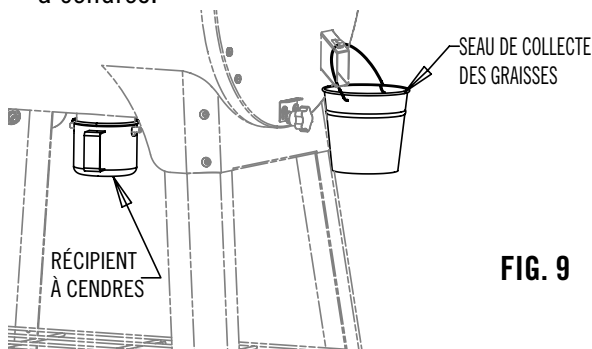

FIG. 9
1. Suspendre le seau de collecte des graisses à son conduit d'évacuation comme indiqué à la Fig. 9.
1. Monter le récipient à cendres comme indiqué à la Fig. 9.